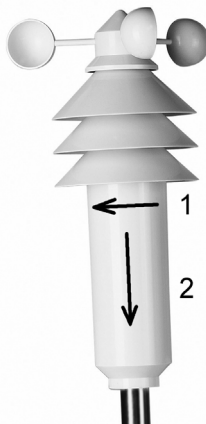

Figure 1
- Fermez le boîtier du capteur combiné, faites coulisser le recouvrement vers le haut et verrouillez-le en le tournant vers la droite (dans le sens inverse de la figure 1).